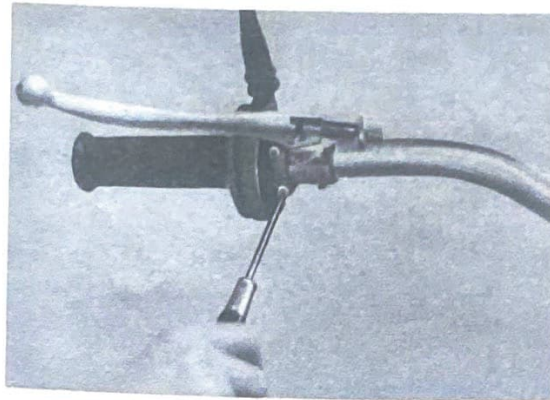

Fig. 19
12. Bolt the upper and lower throttle housing together, and check the throttle grip for smooth action, then fully tighten the throttle housing securing screws. (Fig. 19)
12. Boulonner ensemble les deux coquilles, puis vérifier si la manœuvre de la poignée est facile. Serrer à fond les vis de fixation de la poignée d'accélération. (Fig. 19)
13. Tighten the brake and clutch lever holder 0.24 in. (6 mm.) hex. head bolts. (Fig. 19)
13. Serrer les vis des supports des leviers d'embrayage et de frein (6 mm.). (Fig. 19)